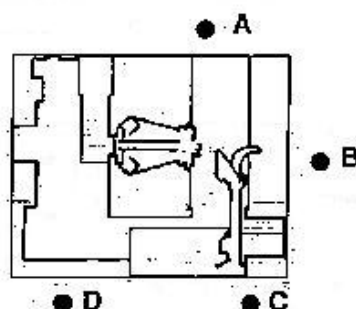

Рисунок 11 Положение оператора при работе
7.6.4 Включить выключателем питание силовой части станда, убедиться, что направление вращения электродвигателя гидростанции совпадает с направлением стрелки на кожухе (Рисунок 11), что гидростанция работает в рабочем направлении.
8.2.2 Задействуйте стойку управления для работы из позиции В (рис.11).